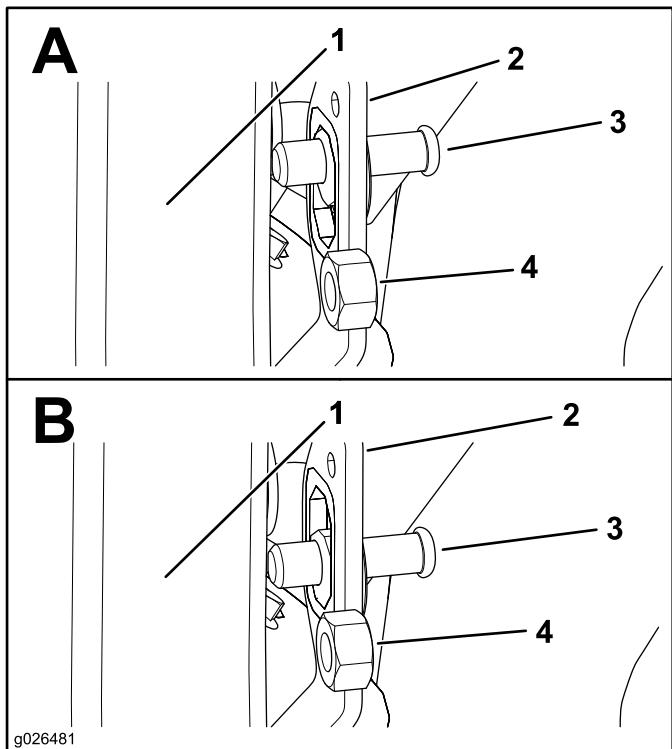

Рисунок 8
- Установите ось защелки по центру монтажного кронштейна оси защелки на балке (Рисунок 8).
4. Затяните шестигранную гайку (7/16 дюйма) после того, как ось защелки достигнет расстояния от 1,9 до 2,2 см, как показано на Рисунок 8.